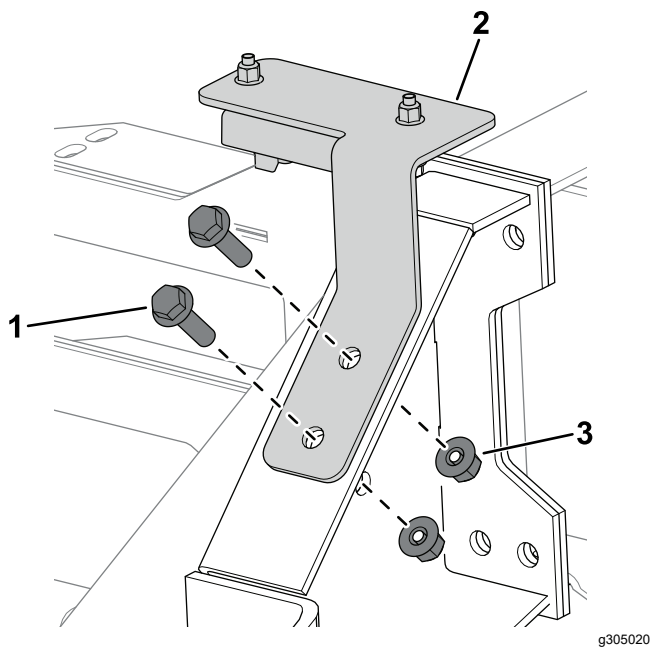

Figura 3
3. Utilice 2 pernos (M6 x 25 mm) y 2 tuercas con arandela prensada (M6) para sujetar el soporte del sensor de pendientes al chasis (Figura 3).